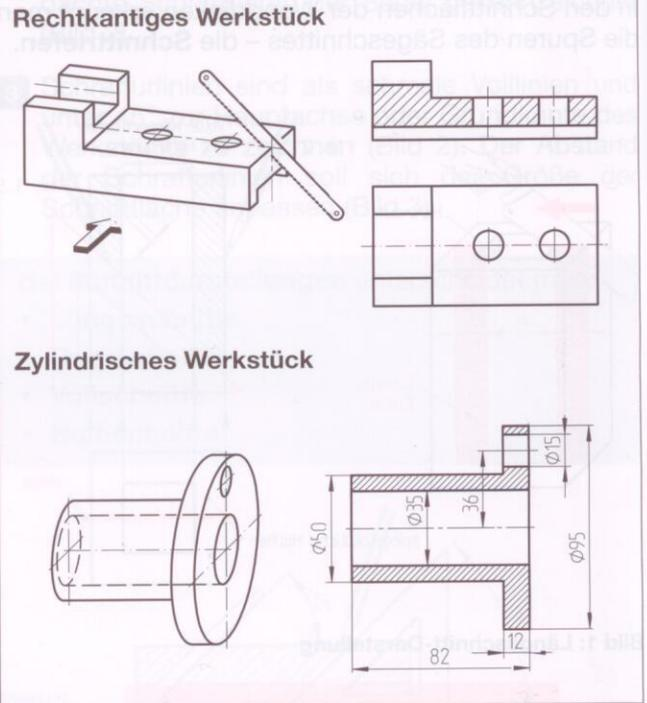

Bild 3: Unsymmetrische Schnittfläche – daher Vollschnitt
1. Wenn die Schnittfläche nicht symmetrisch ist (Bild 3).